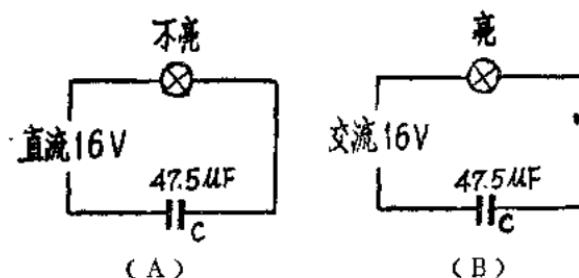

图1—4
(1) 隔直流、通交流 把一个电容和一个灯泡串联在直流电源上(图1—4A)，灯泡不亮。再把电容和灯泡串联在交流电源上(图1—4B)，灯泡就发亮。这个实验表明，电容在电路中有隔直流、通交流的作用。